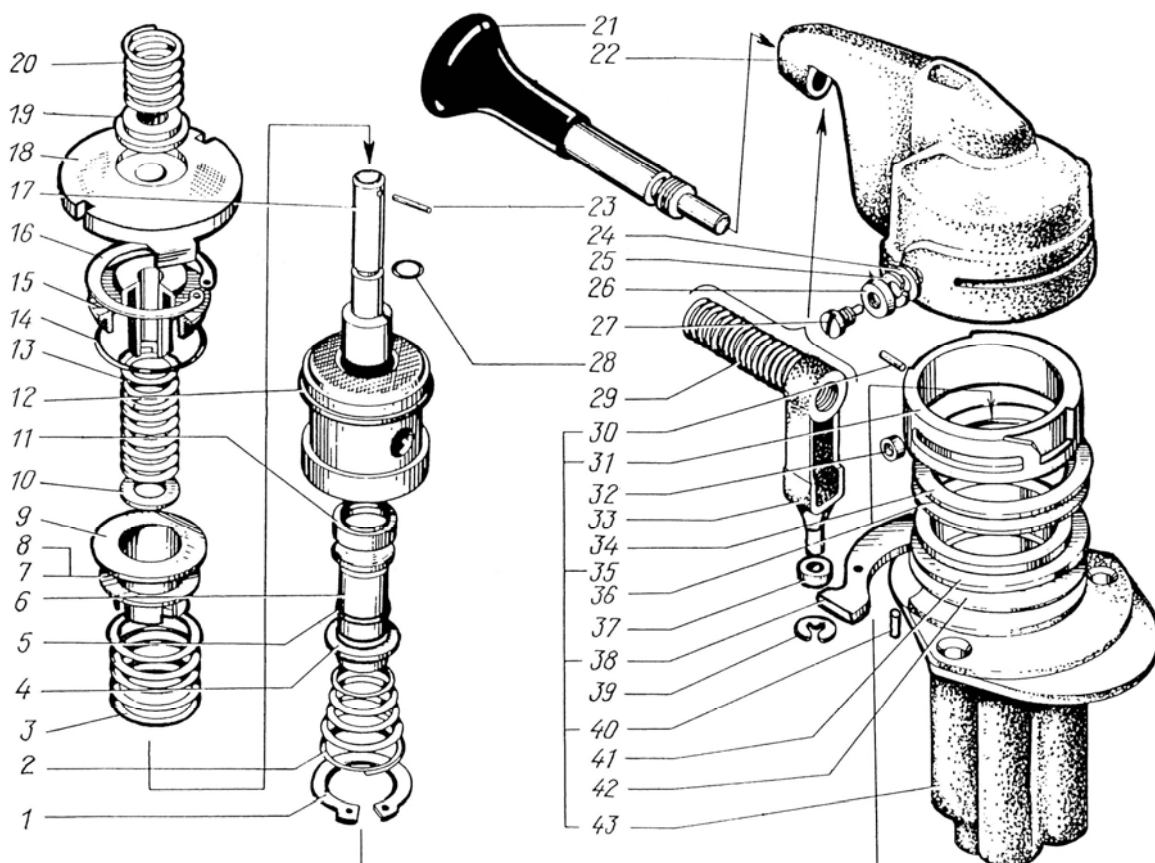

Рис.66. Кран тормозной обратной действия с ручным управлением:
**Кран тормозной обратной действия с ручным управлением.** Предназначен для управления тормозной системой прицепа. Кран (рис.66) установлен на каркасе сиденья водителя с левой стороны.